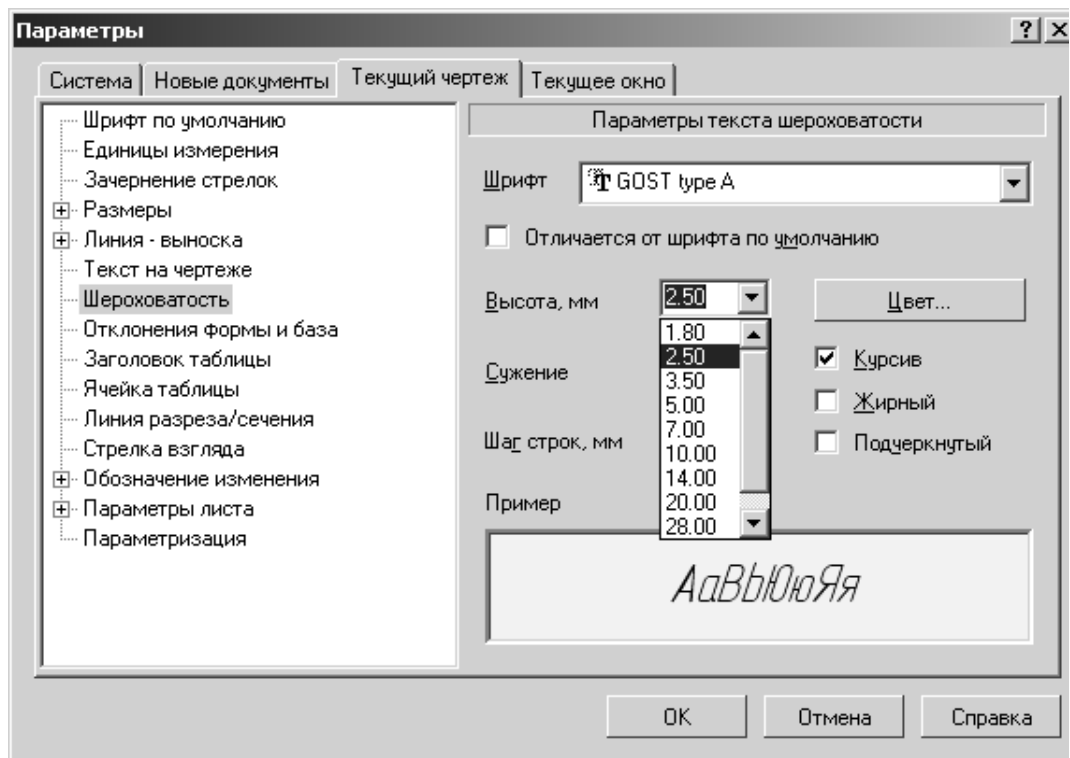

Рис.20.
6. Изменить параметры текста шероховатости по команде **Текущий чертеж⇒Шероховатость**. Установить высоту, как показано на рис.20.